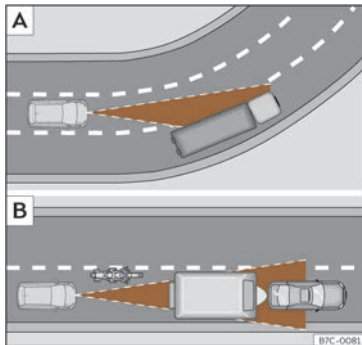

Fig. 176 [A] Véhicule à l'abord d'un virage. [B] Motocycliste circulant à l'avant hors du rayon d'action du capteur radar.
L'ACC pourrait ne pas détecter dans un virage le véhicule précédent, ou pourrait régler la distance par rapport à des véhicules qui se trouvent sur d'autres voie » » **fig. 176** [A].
- Véhicules circulant de manière non alignée ou en dehors de la zone de détection du capteur, par exemple, des motos. » » **fig. 176** [B]